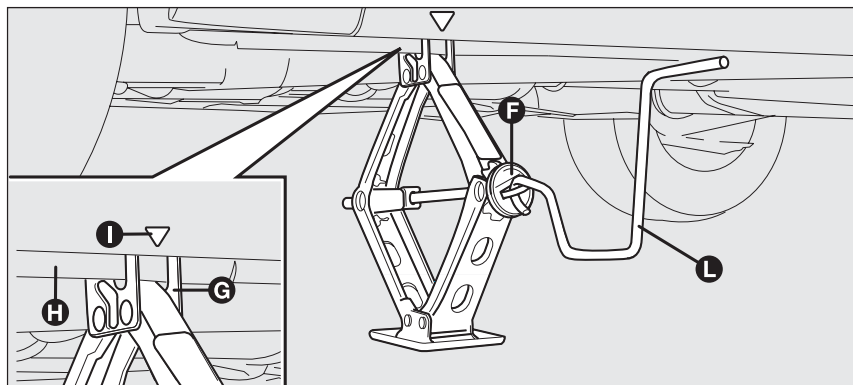

fig. 14
- ☐ activer le dispositif **F-fig. 14** de façon à décontracter le cric, jusqu'à ce que la cannelure **G** sur la partie supérieure du cric s'insère correctement sur le profil inférieur **H** façonné sur la caisse en correspondance de l'indication **I** (à 60 cm environ du centre de la roue avant ou à 80 cm du centre de la roue arrière) ;
- ☐ introduire la manivelle **L-fig. 14** pour pouvoir actionner le cric et soulever le véhicule, jusqu'à ce que la roue se soulève du sol de quelques centimètres ;
- ☐ actionner la manivelle **L-fig. 14** du cric de façon à baisser le véhicule et extraire le cric ;